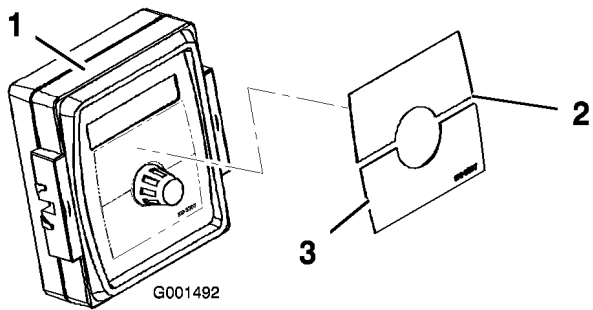

Figura 4
1. Montate l'adesivo Spray Pro sul monitor (Figura 4).